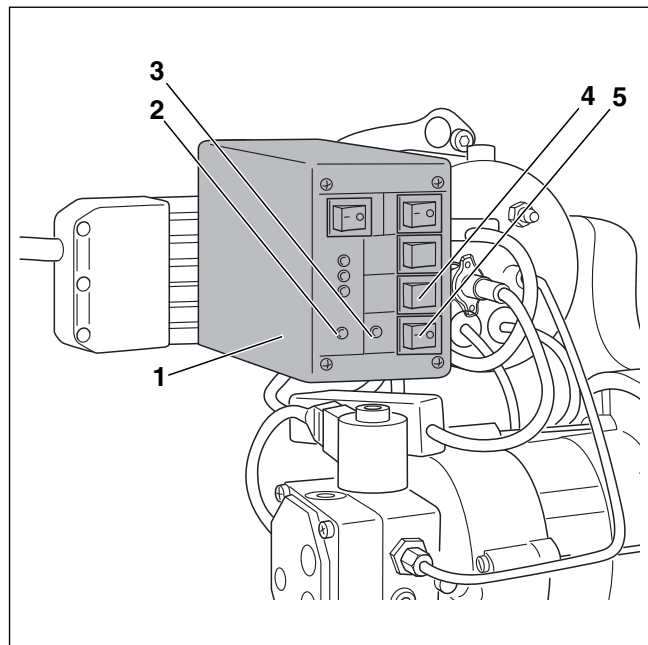

Bild 29 Mit Brennerprüfgerät Ölleitung entlüften
- Brennerprüfgerät (→ Bild 29, [1]; Zubehör) – wenn die Ölsaugung über die am Brenner angebaute Ölpumpe erfolgen soll.
Im Folgenden wird Ihnen die Entlüftung der Ölleitung mit dem Brennerprüfgerät (→ Bild 29, [1]) beschrieben.
- ▶ Brennerprüfgerät (→ Bild 29, [1]) auf den freiliegenden Sockel aufstecken.
- ▶ Betriebsschalter des Regelgerätes einschalten. Die LED (rot) leuchtet (→ Bild 29, [2]).
- ▶ Brennerprüfgerät über den Betriebsschalter (→ Bild 29, [5]) einschalten. Beide LEDs (rot und grün) leuchten (→ Bild 29, [2] und [3]).
- ▶ Schalter zur Überbrückung des Ölvorwärmers (→ Bild 29, [4]) einschalten.